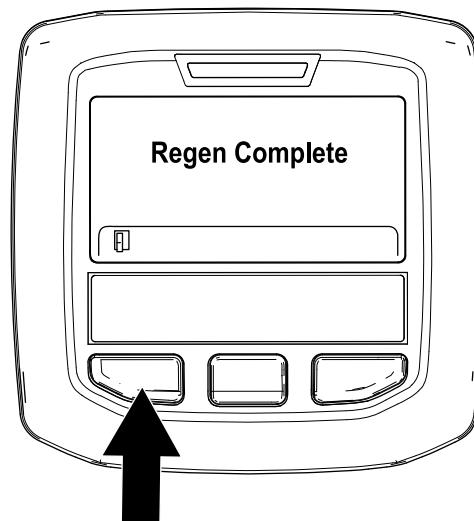

Figura 54
9. La regeneración con la máquina aparcada ha finalizado cuando se muestra el mensaje “Regen Complete” (Regeneración completada) en el InfoCenter. Pulse el botón de la izquierda para salir a la pantalla de inicio (Figura 54).